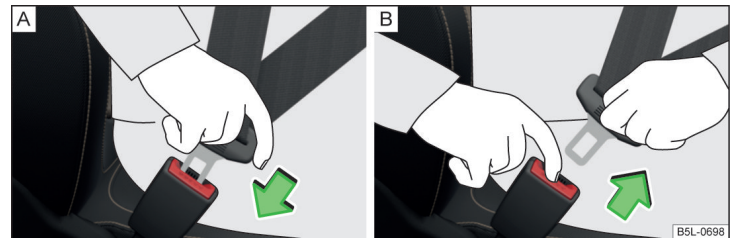

Fig. 18 Fixarea sau desfacerea centurii de siguranță
- › Introduceți clema de fixare în catarama aferentă a centurii de siguranță » fig. 18 - **A** până când se fixează cu un declic.
- › Prindeți de limba centurii și apăsați butonul roșu de pe catarama centurii » fig. 18 - **B**, limba centurii sare afară.